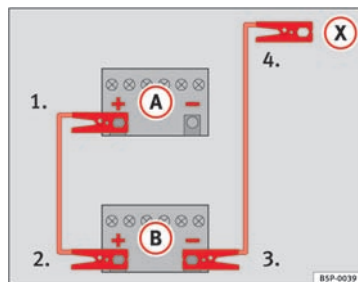
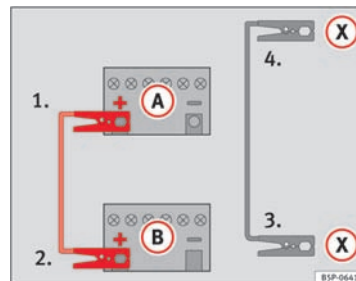

Fig. 168 Tilslutningsdiagram for biler uden start-stop-system
Fig. 169 Tilslutningsdiagram for biler med start-stop-system
- Sæt den ene ende af det *røde* startkabel på pluspolen (+) i bilen med det afladede batteri (A) ⇒ Fig. 168.
- Sæt den anden ende af det *røde* startkabel på pluspolen (+) i den bil, der skal give strøm (B).
- Sæt den ene ende af det *sorte* startkabel på minuspolen (-) i den bil, der skal give strøm (B) ⇒ Fig. 168.
- I bilen med det afladede batteri skal du tilslutte den anden ende af det *sorte* startkabel (X) til en massiv metaldel, som er monteret på motorblokken, eller på selve motorblokken, men det skal være et sted, som er langt væk fra batteriet (A).
- Sæt den ene ende af det *røde* startkabel på pluspolen (+) i bilen med det afladene batteri (A) ⇒ Fig. 169.
- Sæt den ene ende af det *sorte* startkabel (X) fast på en egnet stelforbindelse – en massiv metaldel, der er skruet sammen med motorblokken eller på selve motorblokken ⇒ Fig. 169.
- I bilen med det afladene batteri skal du tilslutte den anden ende af det *sorte* startkabel (X) til en massiv metaldel, som er monteret på motorblokken, eller på selve motorblokken, men det skal være et sted, som er langt væk fra batteriet (A).